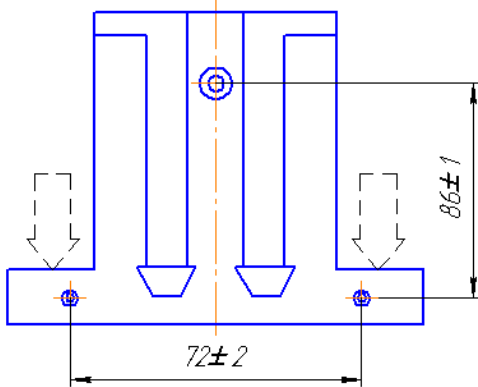

Рис.1 Монтажный кронштейн. Координаты отверстий для закрепления на стене
6.1 Водонагреватель закрепить на стене с помощью монтажного кронштейна (рис.1) на максимально возможную высоту, оставив вокруг прибора свободное пространство не менее 60 мм с каждой стороны.
6.2 Снять монтажный кронштейн с задней стенки водонагревателя, нажав пальцами рук на выступающие его части в направлении стрелок рис.1. Наложить монтажный кронштейн на стену, разметить и просверлить в стене отверстия под шурупы согласно рис.1. Установить в отверстия пробки и закрепить монтажный кронштейн на стене направляющими пазами наружу. Установить вертикально водонагреватель в пазы монтажного кронштейна, заводя его вниз сверху вниз до защелкивания фиксаторов, шуцерами вниз.